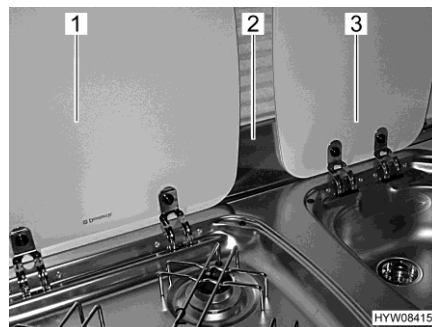

Fig. 141 Écran pare-flammes et couvercles
L'écran pare-flammes (Fig. 141,2) doit être accroché au cadre de la fenêtre avant de cuisiner. L'écran pare-flammes recouvre alors la zone entre les couvercles de l'évier (Fig. 141,3) et du réchaud à gaz (Fig. 141,1).
- Accrocher l'écran pare-flammes (Fig. 141,2) au cadre de la fenêtre.
- Ouvrir le couvercle du réchaud à gaz (Fig. 141,1).